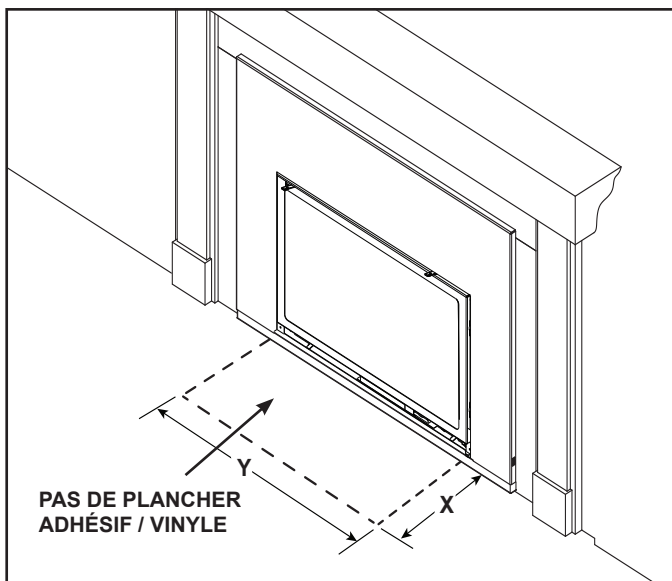

Figure 3.18 Âtre - Exception sur les matériaux inflammables
- Le plancher inflammable peut être situé devant l'appareil. Exception - pas de plancher adhésif / vinyle. Voir la figure 3.18.